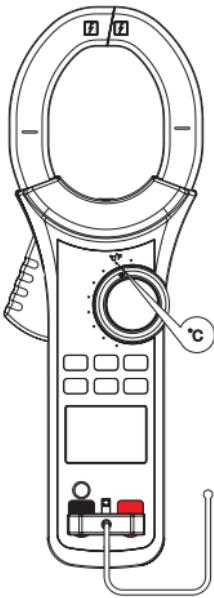

Рис. 10 Измерение температуры
### 7.8 Измерение температуры (рис.10)
2. Подключите к прибору термопару типа K (рис. 10).